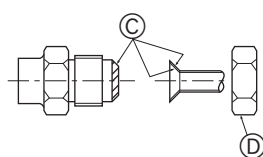

Fig. 5-6
(A) (Fig. 5-6)
(B) (Fig. 5-6)
### 5.5. Tubos de ligação (Fig. 5-6)